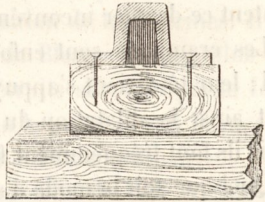

Fig. 145.
**Rail Brunel.** — M. Brunel a, le premier, introduit en Angleterre, sur le chemin de Londres à Bristol (Great Western), le système des longuerines. Le rail dont il s'est servi présente une forme très-rationnelle, en ce qu'il a une base très-large et que la partie qui est soumise à l'action des roues est parfaitement bien soutenue aux points où les rails à champignon s'écrasent fréquemment. Ce rail, représenté par la fig. 145, est fixé sur les longuerines ; son poids, qui était de 22 kilogrammes dans l'origine, a été porté depuis à 27 kilogrammes et demi, et enfin à 55 kilogrammes.